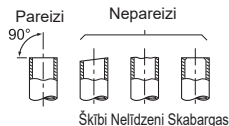
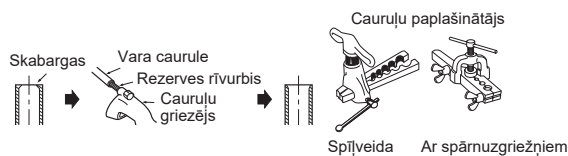

Fig. 2
Fig. 3
- Ja iekšējās iekārtas komplektā iekļautā drenāžas šļūtene ir par īsu, savienojiet to ar objektā pieejamo drenāžas šļūteni (J). (Fig. 2)
- Izmantojiet piemērotu lenti vai līdzīgu materiālu, lai noblīvētu savienojumu starp ierīces drenāžas šļūteni un drenāžas šļūtenes pagarinājumu (iekšējais diametrs 16 mm) (J).
- Ja drenāžas šļūtene tiek savienota ar stingro vinilhlorīda cauruli, cieši ievietojiet šļūteni caurulē. (Fig. 3)
- 2) Rūpīgi likvidējiet visas skabargas no apgrieztais caurules daļas. (Fig. 3)